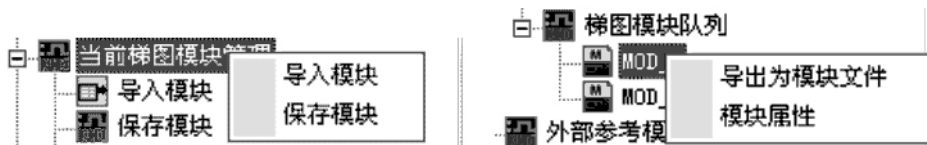

图 4.51 当前梯形模块管理相关右键菜单示例 (1)、(2)
(1) 与当前梯形模块管理相关的右键菜单 (如图 4.51 所示)
右键单击外部参考模块列表中的任一模块名，可弹出如图 4.51（2）中所示的菜单，单击其“导入到梯图”菜单项，可将此模块名对应的模块文件的梯级数据导入到当前梯图，同时当前梯图的模块队列中也会添加相应的项目内容。